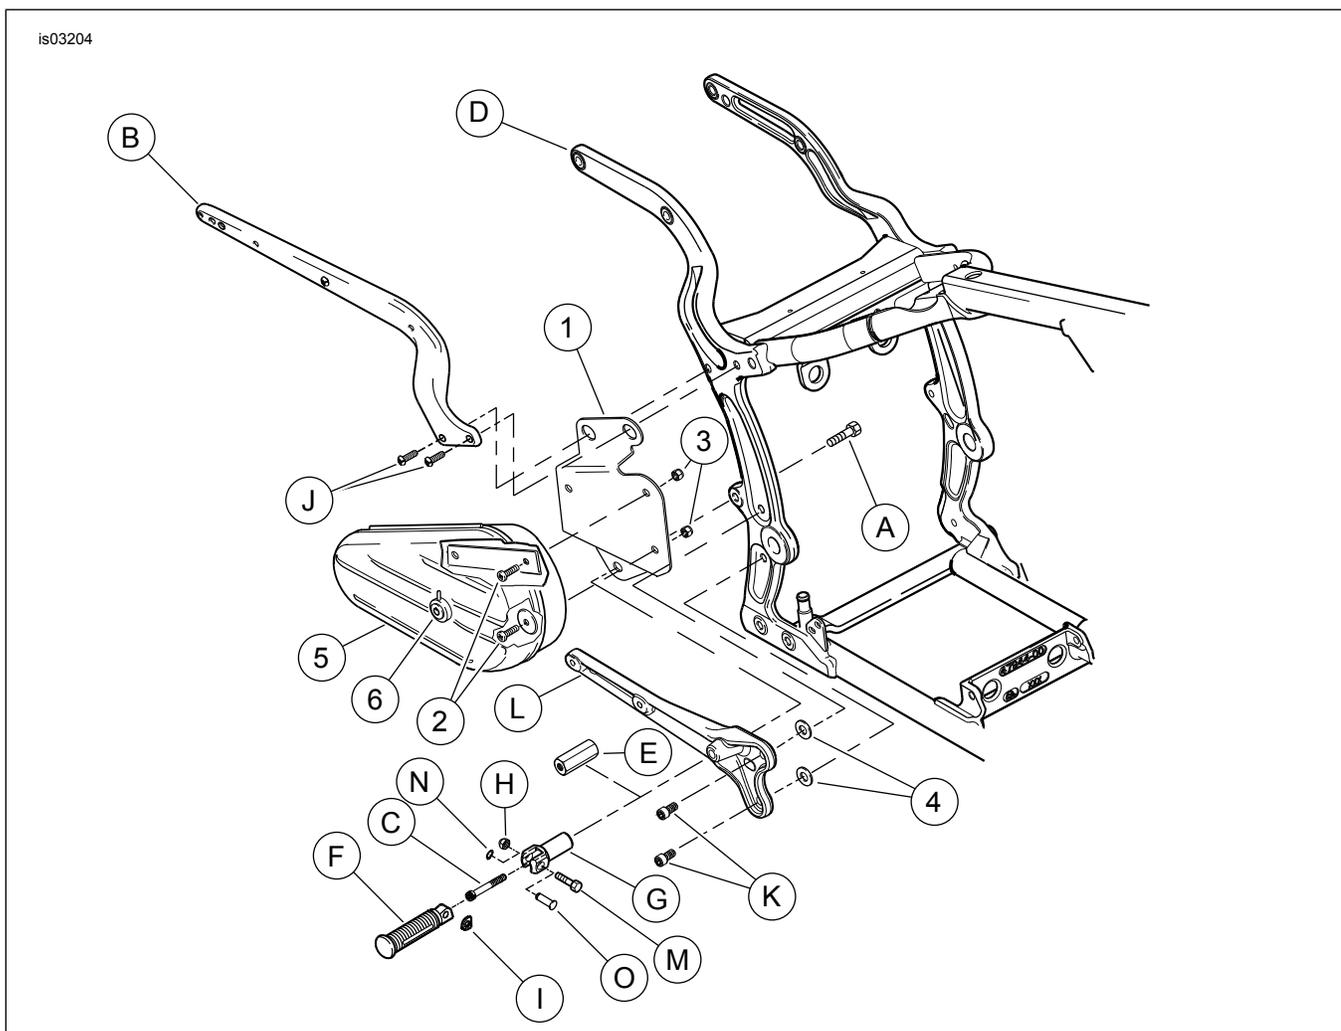

Figure 1. Pièces détachées : Kit de boîte à outils du côté droit
Voir Figure 1 et Tableau 1.
1. Voir Figure 1. Attacher la boîte à outils (5) au support de montage de boîte à outils (1) en utilisant trois vis à tête cylindrique (2) et écrous (3).
2. Retirer les deux vis à tête bombée (J) qui attachent le support de garde-boue (B) arrière droit au cadre (D). Conserver les vis pour le montage.
- a. Retirer l'anneau de retenue (N), l'axe de chape (O), la rondelle à ressort (I) et le repose-pied (F).
- b. Retirer la vis à tête creuse (C) qui attache le support de repose-pied (G) au cadre (D).
- c. Retirer deux vis à tête creuse (K) du support d'échappement (L).
- d. Retirer le contre-écrou (H), la vis (M), la rondelle à ressort (I) et le repose-pied (F).
- e. Retirer la vis (A ou C) qui attache le support de repose-pied (G) au cadre (D).